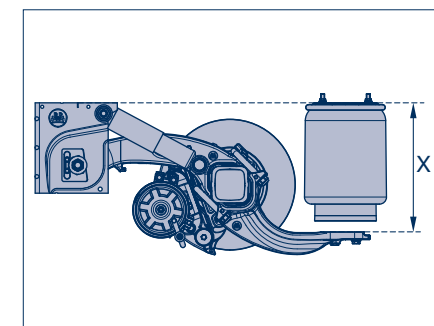

Figure 8
Pendant le processus de serrage, toujours garantir la présence de l'espace entre les brides de ressort et les rayons de corps d'essieu, ainsi que la position des composants en fonte (bras de guidage et support de coussin) par rapport au corps d'essieu (repères en couleur, figure 8).
- [16] Mesurer l'entraxe X (figure 8). Ce dernier doit correspondre à la valeur notée lors de l'étape de travail [2]. Tolérance ± 1 mm.